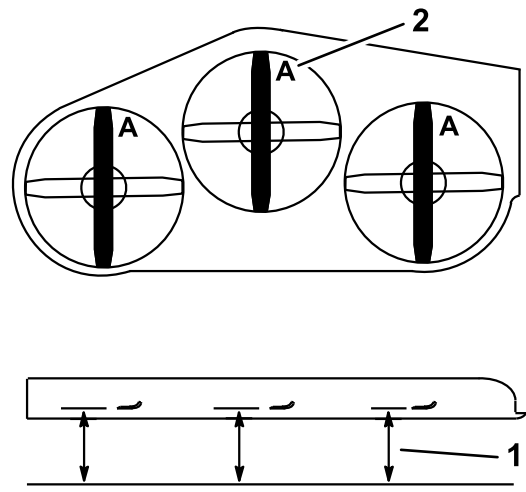

Figure 90
3. Placez la machine sur une surface plane, tournez une lame dans le sens longitudinal. Mesurez au point **A** et entre la surface plane et le bord coupant des pointes des lames (Figure 90)